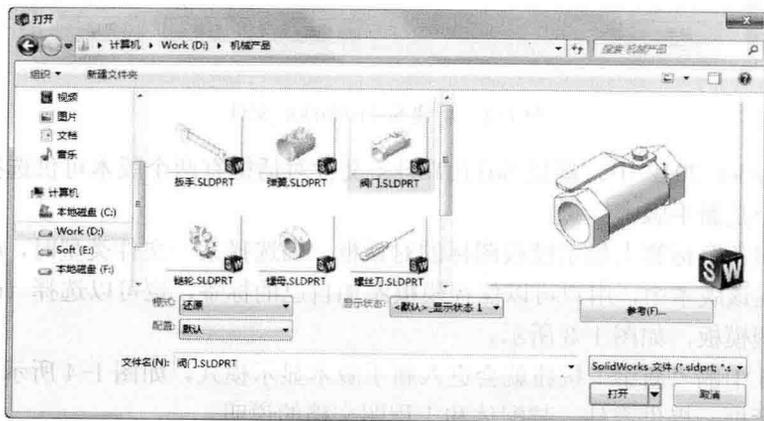

图 1-5 “打开”对话框
①系统打开如图 1-5 所示的“打开”对话框。在对话框中的“文件类型”下拉菜单用于选择文件的类型，选择不同的文件类型，在对话框中会显示文件夹中对应文件类型的文件。选择“预览”选项，选择的文件就会显示在对话框中“预览”窗口中，但是并不打开该文件。